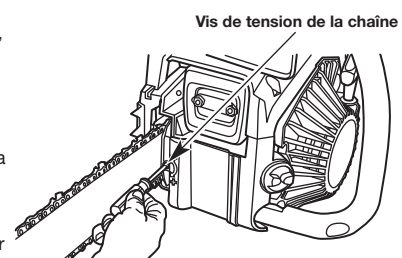

Fig. 32
- Tenez l'extrémité du guide vers le haut et serrez la vis de tension de la chaîne dans le sens des aiguilles d'une montre (Fig. 32) à l'aide d'un tournevis standard afin de tendre la chaîne. La tension souhaitée dépend de la température de la chaîne :